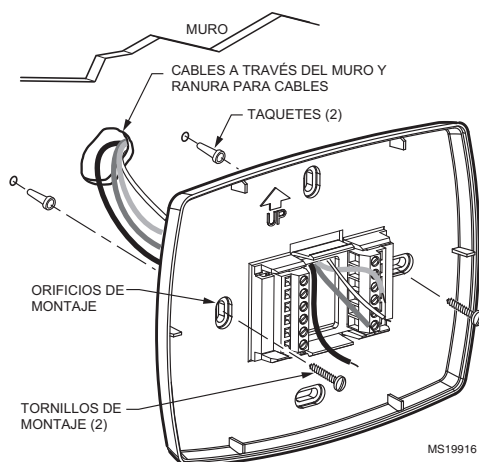

Figura 6. Montaje de la placa decorativa.
4. Coloque la placa decorativa sobre los orificios, jalando los cables por la abertura de cableado. Vea la figura 6.